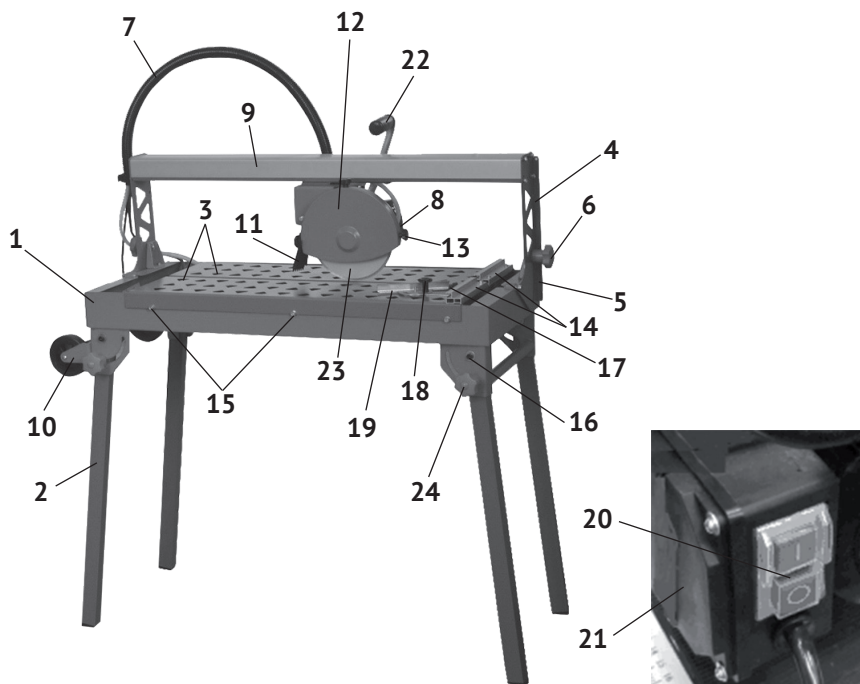

рис.1
1.6 Общий вид и элементы плиткореза представлены на рис.1
1.7 Асинхронный двигатель (рис.1 поз.8) с блоком управления (рис.1 поз.21) и выключателем (рис.1 поз.20) крепится на кронштейне. Кронштейн, двумя колёсами на монорельсе, перемещает головку режущую (двигатель с блоком управления и отрезным кругом) по салазкам (рис.1 поз.9) вдоль длины рабочего стола (рис.1 поз.3). На вал якоря, между опорным и зажимным фланцами крепится отрезной круг (рис.1 поз.23). Это основной рабочий инструмент плиткореза.
1.8 Выключатель – магнитный пускатель (рис.1 поз.20) расположен на блоке управления. Он имеет две кнопки: зелёная с символом «I» - включение двигателя и красная с символом «0» - выключение двигателя.
На крышке защитного кожуха (рис.1 поз.12) стрелкой указано направление вращения круга.
- вставить ножки (рис.1 поз.2) в отверстия кронштейнов основания (рис.1 поз.1) и закрепить их винтами (рис.1 поз.16). В этом положении ножки могут складываться для транспортировки;
- фиксация ножек в рабочем положении осуществляется винтами (рис.1 поз.24);
- прикрепить (если не установлены) к основанию кронштейны с колёсами (рис.1 поз.10);
- закрепить рукоятку головки режущей (рис.1 поз.22) на кронштейне двигателя;
- закрыть отверстие в поддоне (рис.1 поз.1) пробкой (входит в комплект поставки) и залить воду так, чтобы заборная часть насоса была полностью погружена в воду.
- проверить шлангоукладчик (рис.1 поз.7) со шлангом, не перекручен, свободно перемещается за головкой режущей;
- ослабить с двух сторон винты фиксации угла наклона (рис.1 поз.6);
- повернуть салазки (рис.1 поз. 9) с головкой режущей на нужный угол, по показателям шкалы (рис.1 поз.5);
- снять кожух защитный (рис.1 поз.12), открутив два винта-барашка (рис.1 поз.13);